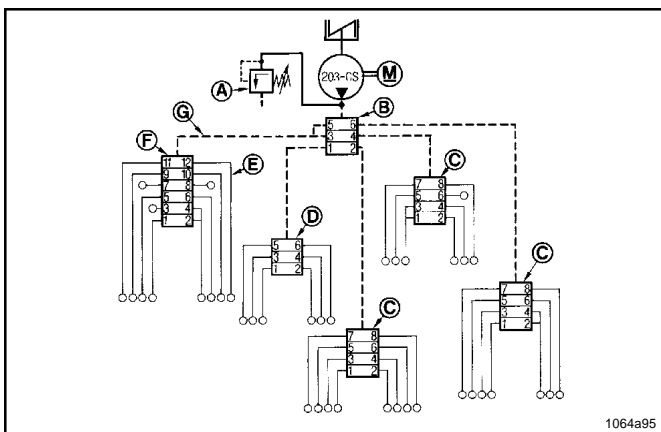

Fig. 30: Eksempel på smøresystem
- Hovedfordelingsblokk (B, Fig. 30) og underfordelere er forbundet med slange G. Dette gir koblingen nedstrøms fra pumpe, i progressiv anlegget.